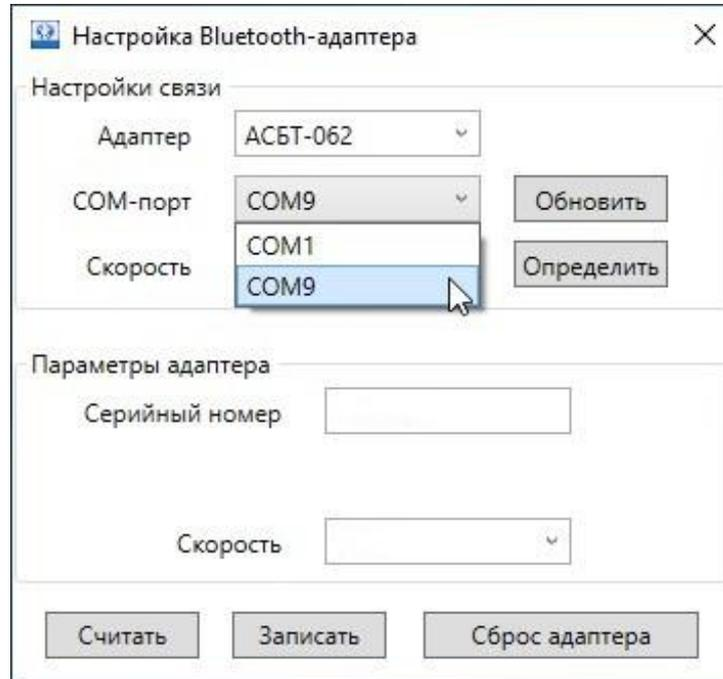
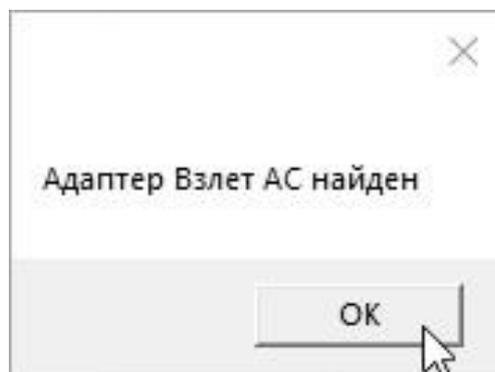

Рис.7. Выбор COM-порта для связи с адаптером.
Рис.8. Вид окна «Адаптер Взлет АС найден».
3.3.6. В поле **COM-порт**, из раскрывающегося списка выберите COM-порт, соответствующий номеру порта USB-COM моста адаптера ПК и нажмите кнопку **Определить** (рис.7). Должно появиться всплывающее окно **Адаптер Взлет АС найден**, затем нажмите кнопку **ОК** (рис.8).